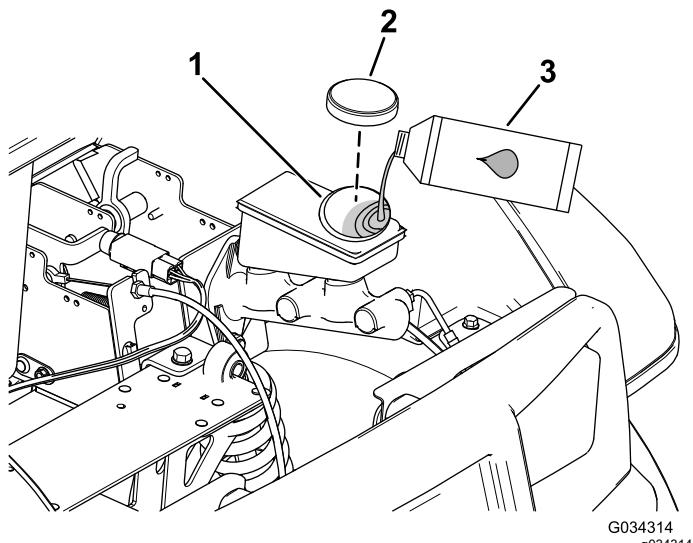

Figura 64
4. Eleve el capó para acceder al cilindro del freno principal y al depósito (Figura 64).
- A. Limpie la zona alrededor del tapón del depósito y retire el tapón (Figura 64).
- C. Coloque el tapón del depósito (Figura 64).